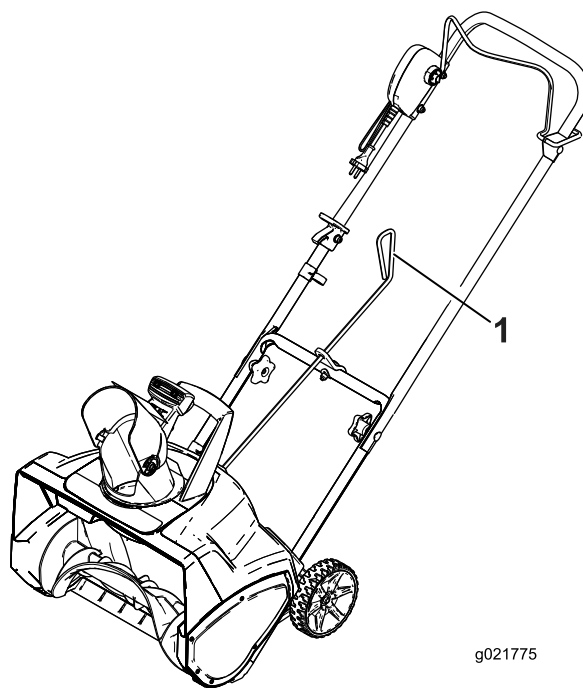
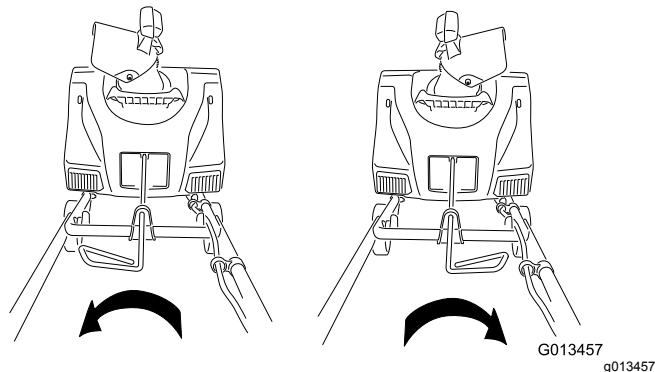

Figura 6
Figura 7
- Verificate che la stegola dell'asta di comando del camino sia rivolta verso l'alto (Figura 6) e inserite l'asta nel foro della chiavetta nella parte posteriore dell'alloggiamento.
- Spostate la stegola sull'asta di comando del camino per verificare che si sposti nella stessa direzione del camino stesso (Figura 7).
Per regolare il camino di scarico, spostate la stegola sull'asta di comando del camino nella stessa direzione in cui intendete orientare il getto di neve (Figura 6 e Figura 7).